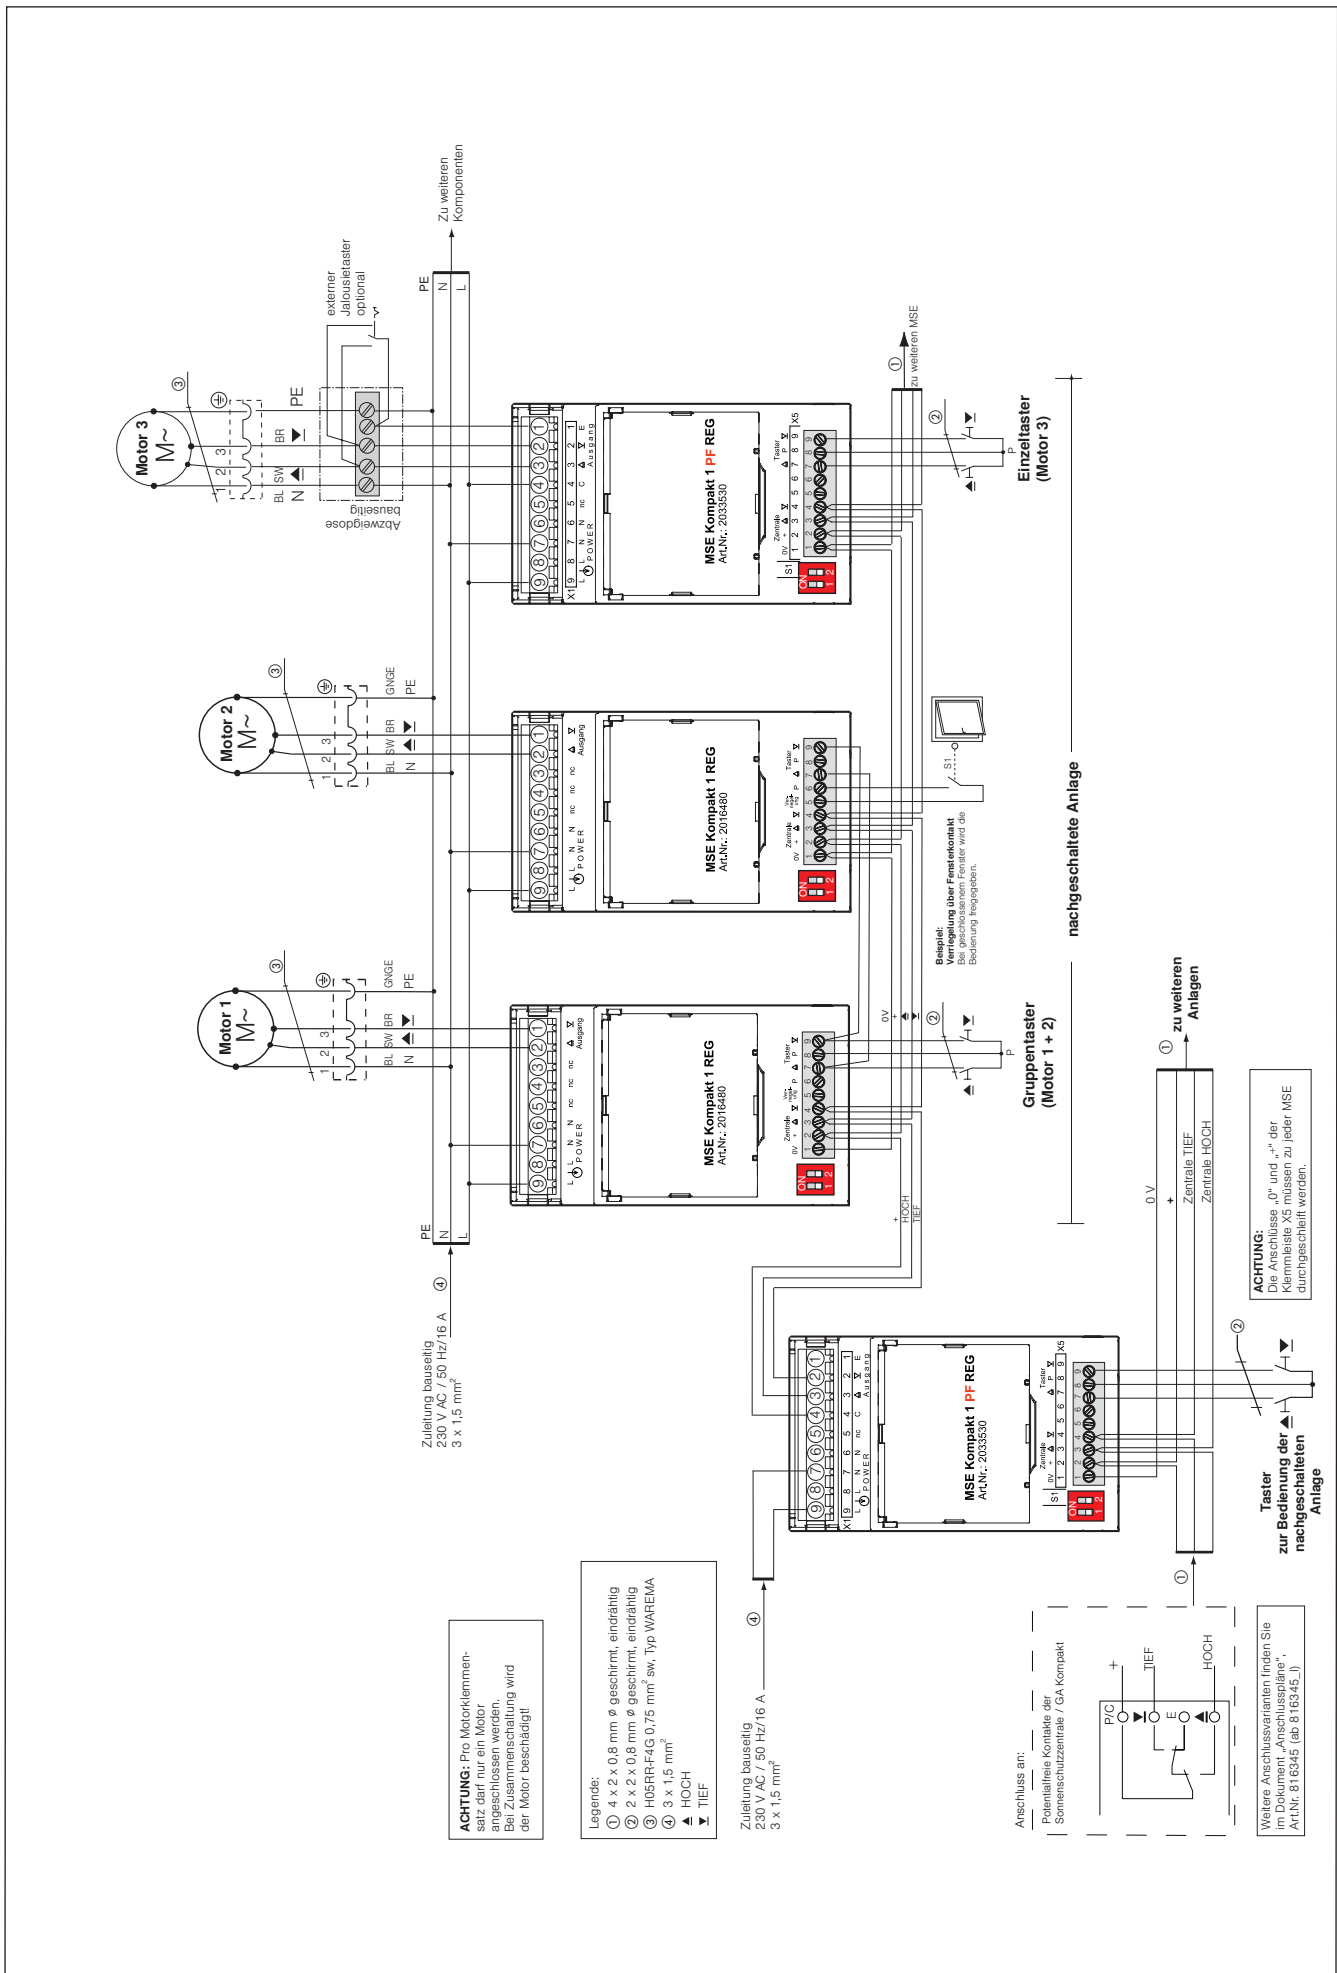

Abb. 3 Anschlussbeispiel MSE Kompakt 1 PF REG im 3 TE-Gehäuse
Die MSE Kompakt 1 PF REG stellt den für die Tasterverriegelung notwendigen E-Kontakt bereit (siehe Abb. 3).
- Der elektrische Anschluss der Motorsteuereinheit erfolgt nach umseitigem Anschlussplan (s. Abb. 3).